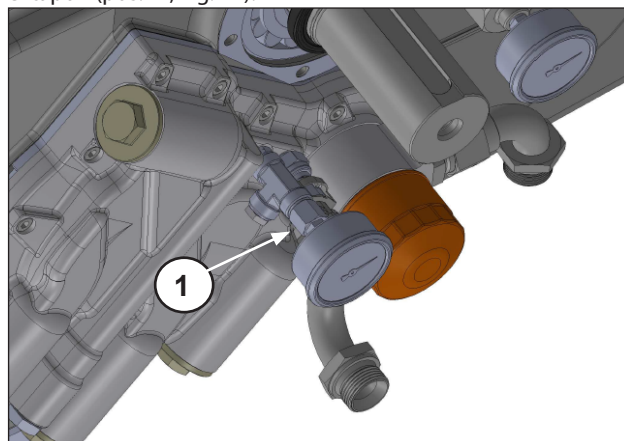

Fig. 14
Desenroscar y desmontar el manómetro, el niple, los racores y el tapón (pos. ①, Fig. 14).